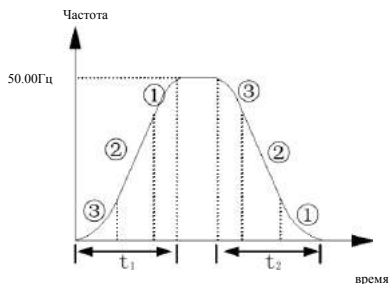

Рис. 7-2. Ускорение и замедление по S-кривой
1: Ускорение и замедление по S-кривой. Частота на выходе растет и уменьшается по S-кривой: см. рис.7-2.
Сегмент начала S-кривой показан на рис.7-2①, уклон кривой выходной частоты медленно растет с нуля.
Сегмент роста S-кривой показан на рис.7-2②, уклон кривой выходной частоты постоянный.
Сегмент завершения S-кривой показан на рис.7-2③, уклон кривой выходной частоты медленно снижается до нуля.